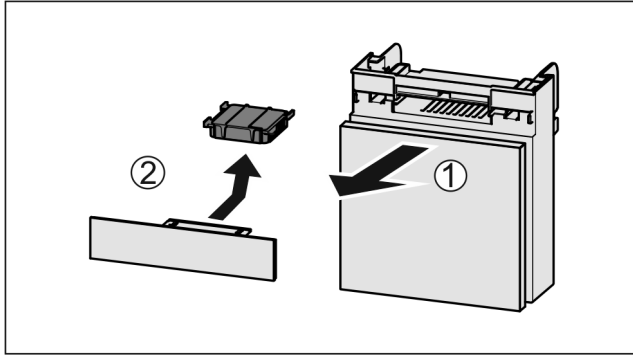

Fig. 135
- ▶ Издърпайте Fig. 135 (1) напред от отделението.
- ▶ Извадете Fig. 135 (2) филтъра с активен въглен.